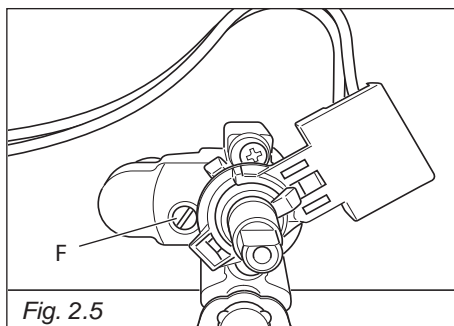

Fig. 2.5
I rubinetti del piano di lavoro sono dotati di valvolatura di sicurezza; in questi rubinetti la vite di regolazione del minimo è situata all'esterno del rubinetto (fig. 2.5).
- Sfilare la manopola del rubinetto e con un cacciavite a taglio agire sulla vite "F" (fig. 2.5) fino ad ottenere la fiamma desiderata.